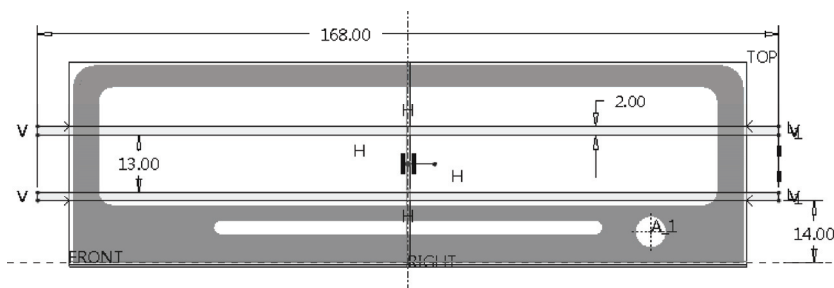

图 12-41 绘制截面
5) 绘制图 12-41 所示的截面, 单击 (确定) 按钮。